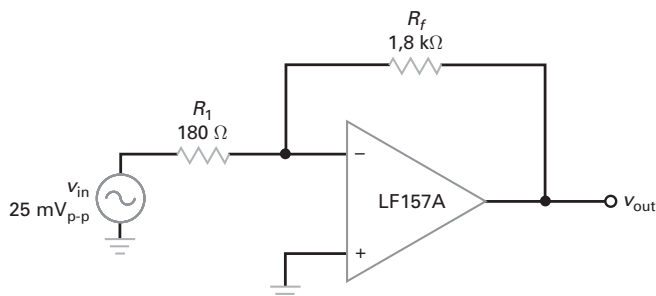

Figura 16-30
- 16-7** **MultiSim** Qual o ganho de tensão em malha fechada e a largura de banda na Figura 16-30? Qual a tensão de saída em 1 kHz e em 10 MHz? Desenhe o gráfico de Bode ideal do ganho de tensão em malha fechada?